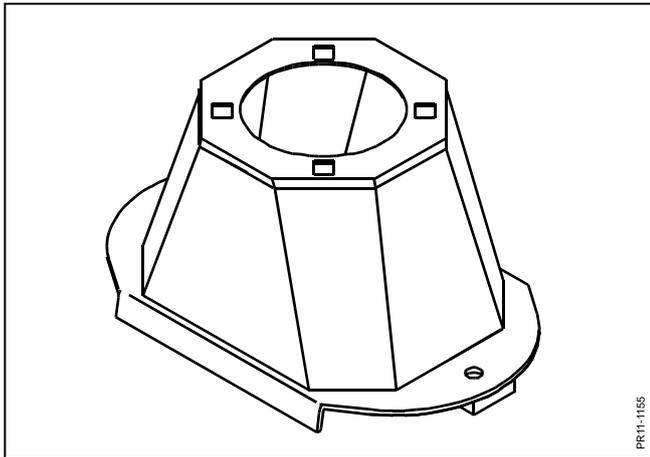

Fig. 3-5
**Fig. 3-5:** Um zu sichern, daß die Maschine ein gesammeltes Schwad hinter der Maschine ablegt, ist an die Endscheiben ein Flow-Verstärker angeschweißt, Zylinder genannt, der die Materialflut über den Mähbalken optimiert. Die Zylinder müssen dafür sorgen, daß das Gras den richtigen Weg um die Scheibe (gegen die Mitte) und über den Mähbalken transportiert wird.